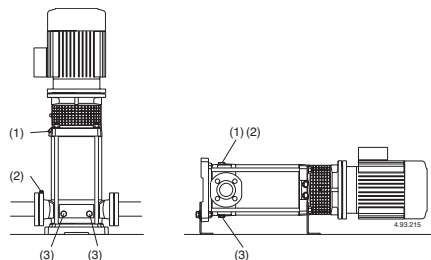

Fig. 4 (1) Fyllning samt luftskrav (2) Sugsidans luftskrav (3) Dränering
För att förlänga livslängden skall pumpen som vid pumpning av förorenade vätskor köras med en ren vätska efteråt för att avlägsna partiklar eller, efter dränering genomförs rengöring genom att rent vatten (minst 40 liter) hälls in genom fyllnadspluggen (1) på trycksidan tills det kommer ut genom dräneringshållet (3) på sugsidan (**fig. 4**).
Före demontering skall alla ventiler stängas samt pumpen avtappas helt på vätska (fig. 4).